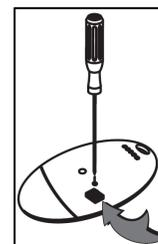

FIG. 13
4. La pantalla mostrará “Hidden button” (botón oculto). Oprima el botón oculto del transmisor que quiera guardar como se muestra en la Fig. 13.